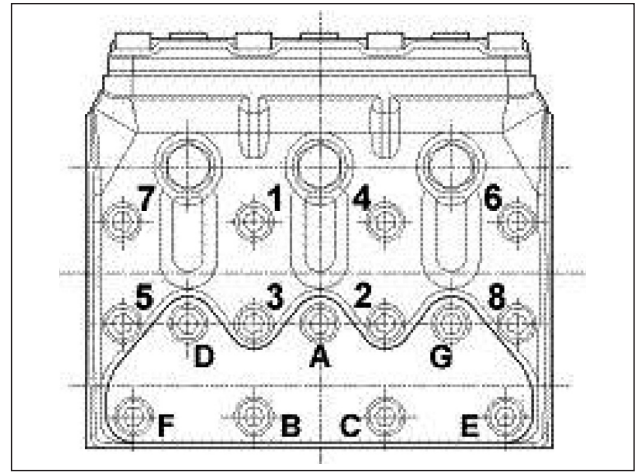

Fig. 24
** Les vis de fixation de la tête doivent être serrées avec une clé dynamométrique, en lubrifiant le collet et en respectant l'ordre indiqué à la Fig. 24.
*** Les vis de fixation des couvercles des soupapes doivent être serrées avec une clé dynamométrique, en lubrifiant le collet et en respectant l'ordre indiqué à la Fig. 24.